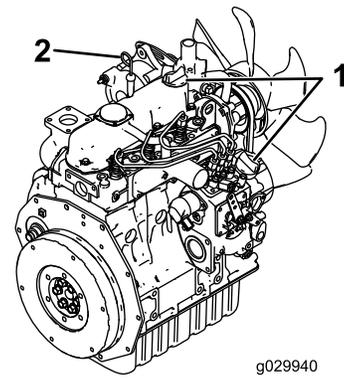

図 43
4. キャップ兼ディップスティックの周囲をきれいに拭く 図 43。